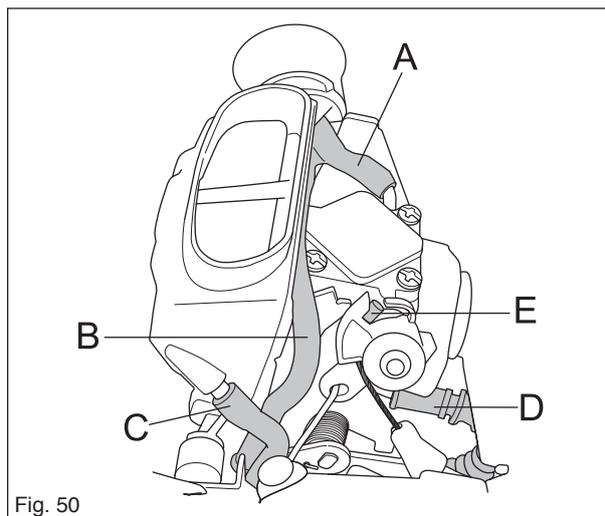

Fig. 50
3. Suelte las mangueras A a D, (fig. 50).
6. Enganche y fije el cable del acelerador E en el fuelle de admisión (fig. 50).